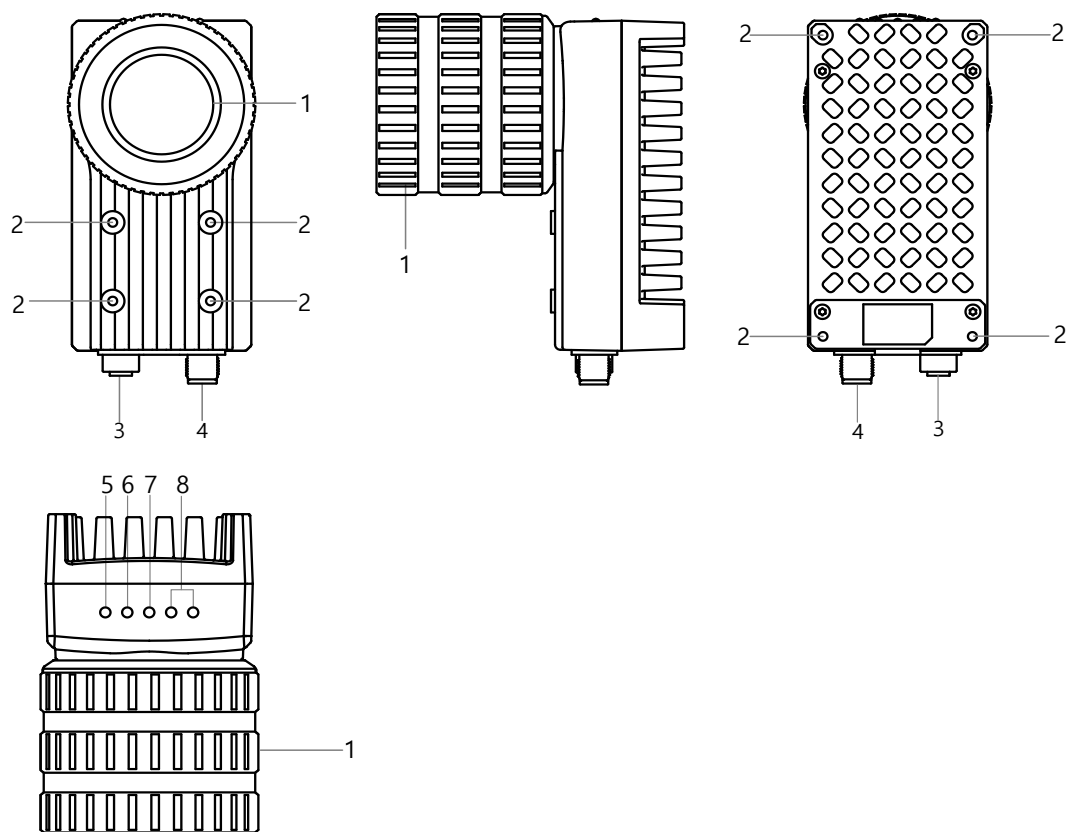

图2-1 设备外观（自带镜头罩不带线缆）
- “自带镜头罩不带线缆” 型号：设备外观如图 2-1 所示。